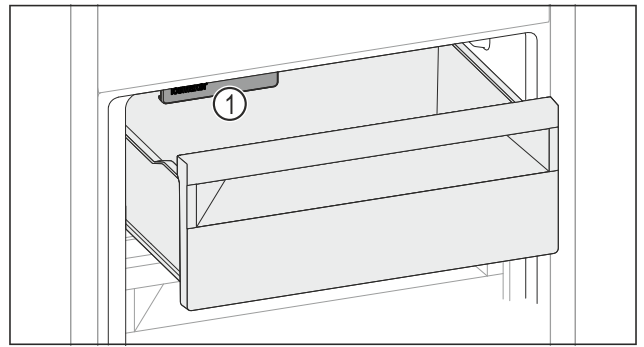

Fig. 224
- Tenere in considerazione l'IceMaker Fig. 224 (1).